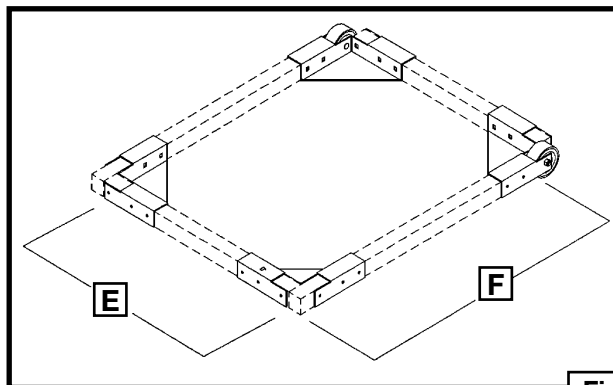

Fig. 5
4. Mesurer la surface de contact de l'appareil au sol. Ajouter 12,7 mm (1/2 po) à la largeur (E) fig. 5, pour recevoir l'appareil. Couper DEUX morceaux de 38 x 38 mm (1 1/2 x 1 1/2 po) de bois dur (de préférence du chêne, de l'érable ou du cerisier). Les planches (E) fig. 5, formeront les sections d'extrémités de la base mobile.
5. Couper DEUX morceaux de 38 x 38 mm (1 1/2 x 1 1/2 po) de bois dur (F) fig. 5, selon les mesures prises antérieurement. Les planches (F) fig. 5, formeront les côtés de la base mobile.